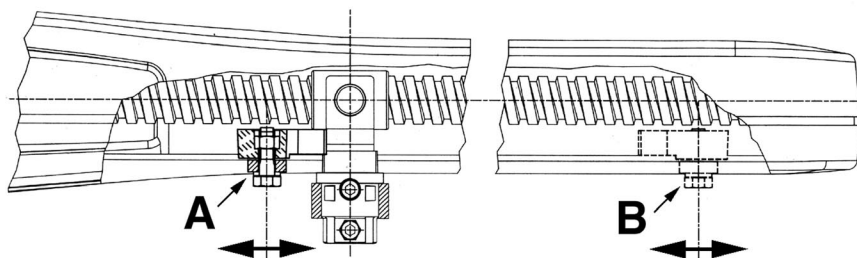

Fig. 9
Per posizionare i fermi si deve agire come da schema (Fig. 9). Per ottenere l'apertura desiderata è sufficiente spostare il fermo (A) e bloccarlo con una chiave fissa n°13.
To adjust the stoppers you have to follow the scheme (Fig. 9). To obtain the desired opening limit it's sufficient to adjust the stopper (A) and to tighten it with a key n°13.
Pour positionner les colliers, il est nécessaire agir selon les indications du schéma (Fig. 9). Pour obtenir l'ouverture désirée, il suffit de déplacer le collier (A) et de le bloquer avec une clé n°13. Pour obtenir la fermeture désirée, il est nécessaire de déplacer le collier (B) (OPTIONAL).
Um die Endschalter einzustellen, müssen Sie wie in der Abbildung handeln (Abb. 9). Um die erwünschte Öffnungsweite einzustellen, genügt es, die Endschalter (A) zu verstellen und sie mit Hilfe eines Imbusschlüssels an der Mutterschraube festzuziehen. Um die erwünschte Schliessweite einzustellen, müssen Sie die Endschalter (B) verstellen.